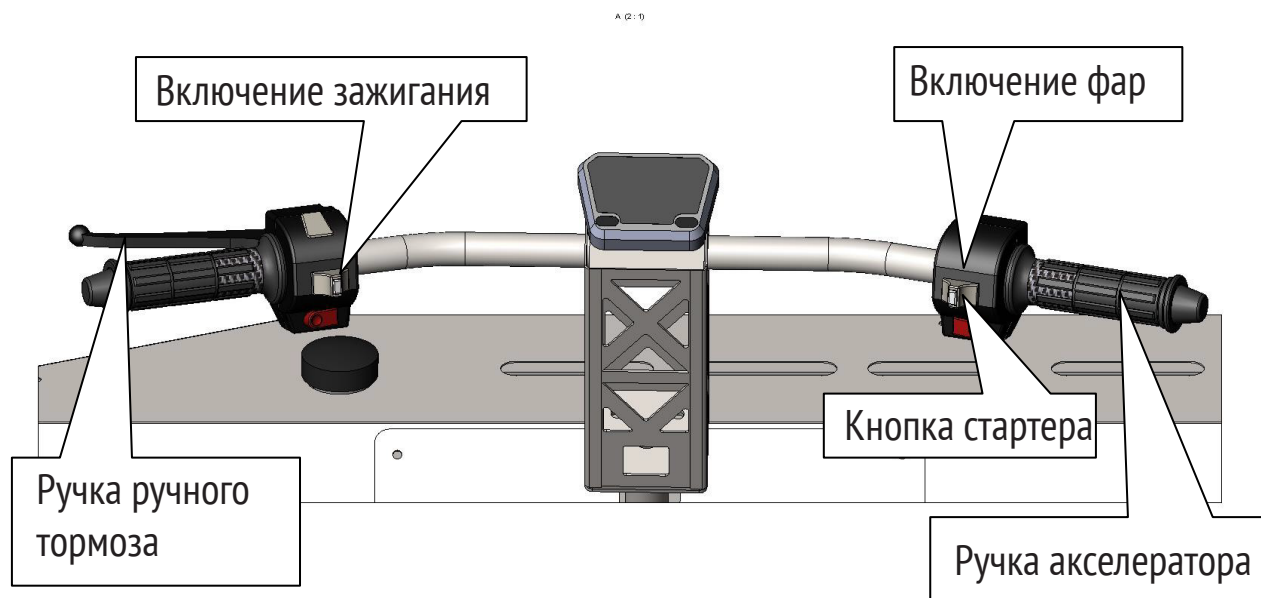

Рис. 1.6.1 Элементы управления движением вездехода
3. Проверьте работу рукоятки привода дроссельной заслонки, для чего полностью поверните рукоятку акселератора (рис. 1.6.1 раздела 1), затем отпустите ее. Рукоятка должна перемещаться относительно легко и возвращаться в положение холостого хода автоматически.